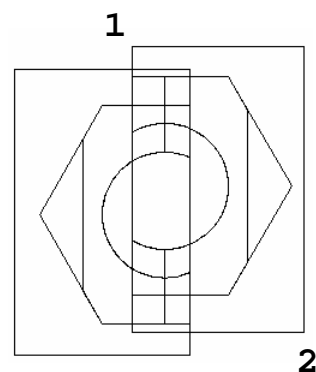

Рис. 5.30
h) на запрос первого угла видового экрана (Specify first corner of viewport) щёлкнуть точку **1** над проекцией разреза (вверху слева от середины проекции – рис. 5.30);
i) на запрос противоположного угла видового экрана (Specify opposite corner of viewport) щёлкнуть точку **2** под новой проекцией (внизу справа – рис. 5.30);